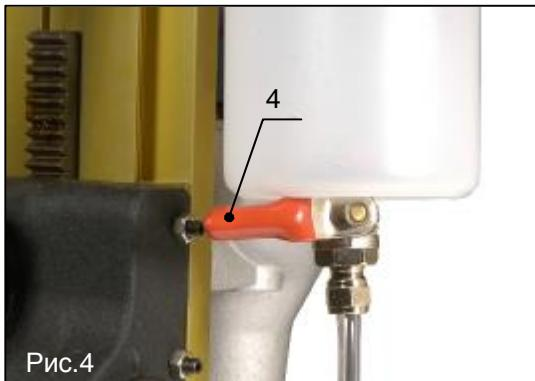
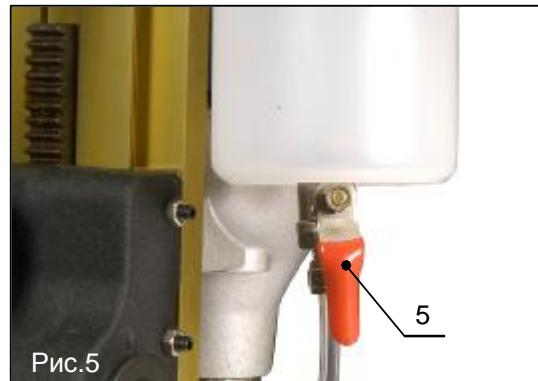

Рис.4
Рис.5
3. Когда рычаг крана повернут в положение «Открыто» (поз.5, рис.5), поднятие центрирующего стержня поворотом рукоятки подачи приводит к оттоку охлаждающей жидкости. Если центрирующий стержень перемещается вниз, отток охлаждающей жидкости прекращается. Отрегулируйте скорость подачи охлаждающей жидкости с помощью поворота рычага крана (поз.4, рис.4) на соответствующий угол. Ориентировочно скорость подачи охлаждающей жидкости должна быть такова, чтобы стружка, появляющаяся во время сверления, всегда смазывалась жидкостью и не изменяла цвет.